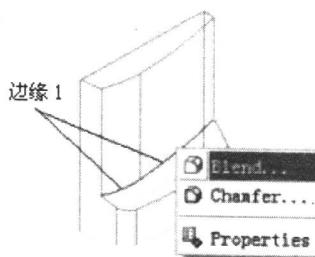

图 1-9 选择边缘 1
- 选择边缘 1，然后右击，选择倒圆（Blend）命令，见图 1-9。